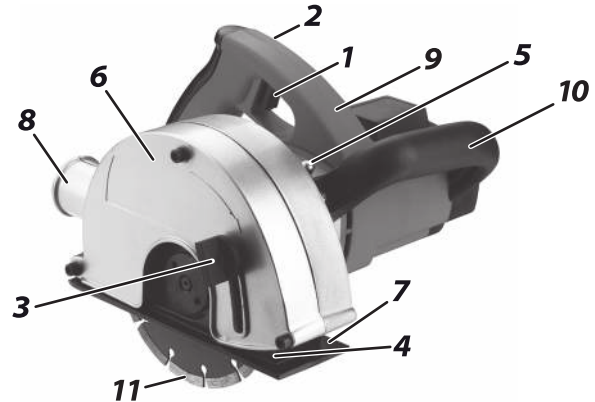

Рис. 1
ВНЕШНИЙ ВИД ЭЛЕКТРОИНСТРУМЕНТА (Рис. 1)
Глубина штрыбы варьируется от 10 до 40 мм. Глубина штрыбы указана на уровне (4) (Рис. 1). Для именения глубины штрыбирования:
1. Ослабьте блокирующий переключатель (3) (Рис. 1).
2. Наклоните основание (7) (Рис. 1) в нужное положение. Настройте глубину штрыбы приблизительно на 3 мм больше требуемой, чтобы компенсировать возможные неровности поверхности стены.
3. Затяните блокирующий переключатель (3) (Рис. 1).
Чтобы включить устройство, удерживайте нажатой кнопку снятия блокировки (2) (Рис. 1) и одновременно нажмите выключатель (1) (Рис. 1). Чтобы выключить изделие, отпустите выключатель (1).